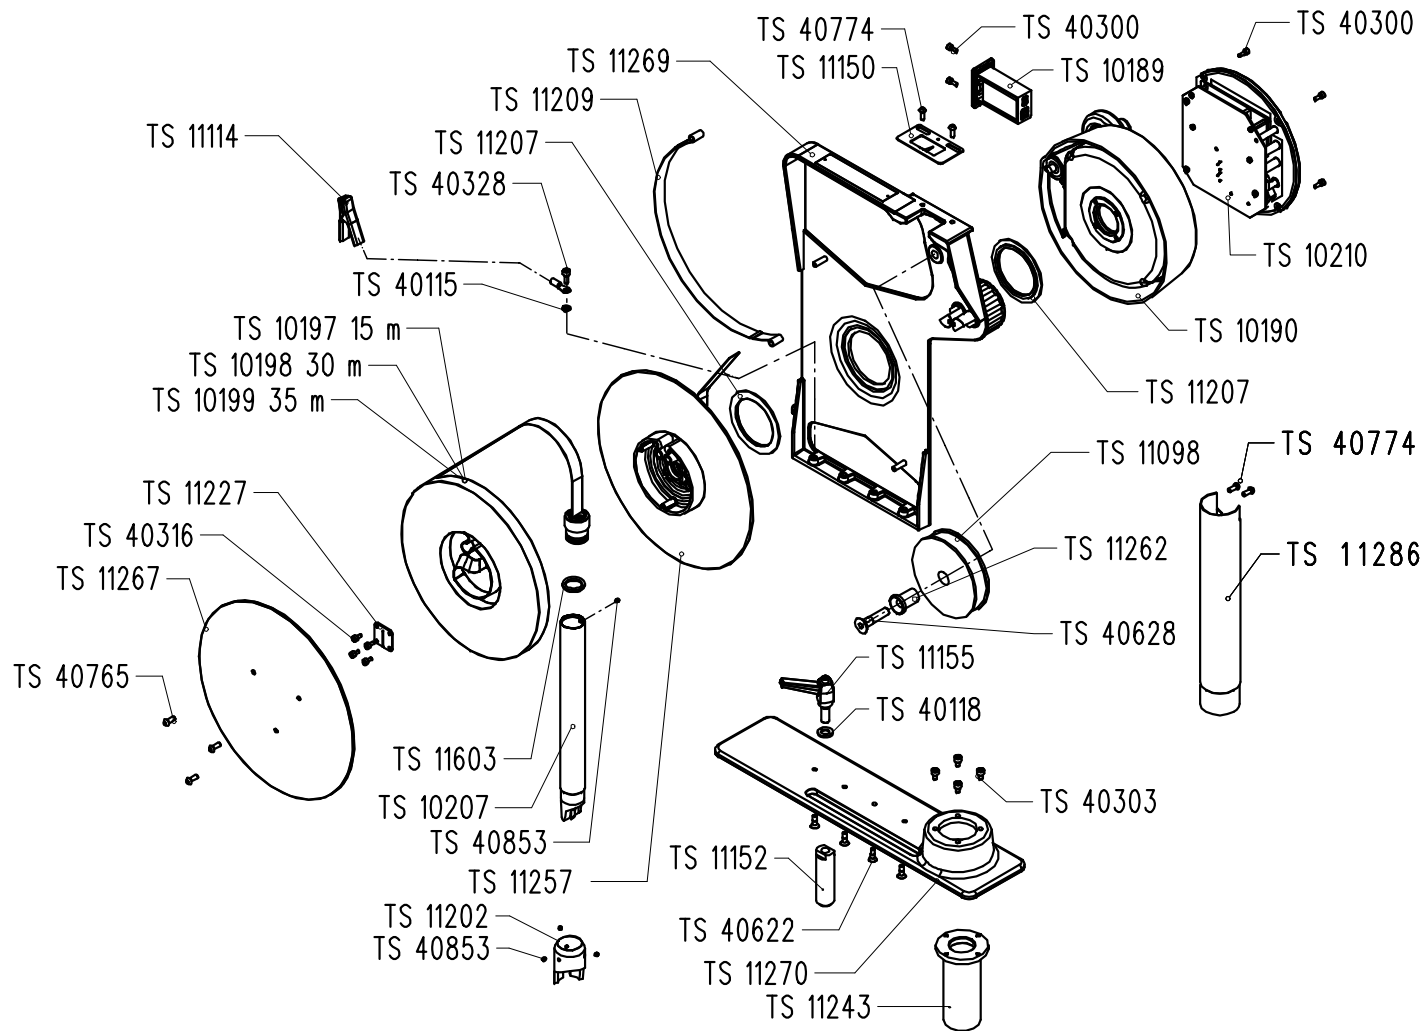

Figure 10-1 : ensemble HERMetic UTImeter Otex French Plate, liste des pièces de rechange principales
- Figure 10-1 : ensemble HERMetic UTImeter Otex French Plate, liste des pièces de rechange ensemble HERMetic UTImeter Otex French Plate, liste des pièces de rechange principales